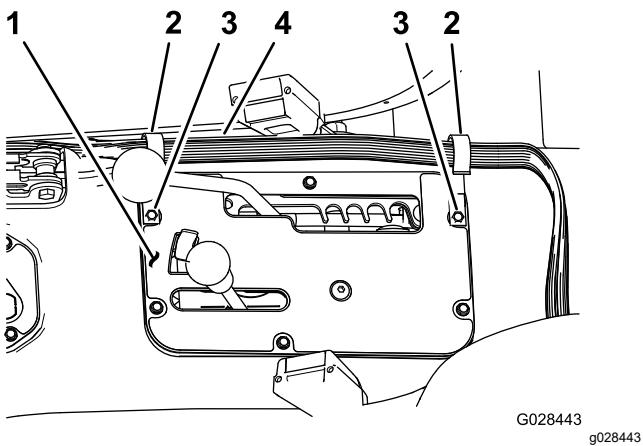

Figure 21
1. À l'aide des vis existantes, fixez les 2 clips en J dans la console centrale, aux emplacements indiqués à la Figure 20 ou la Figure 21.